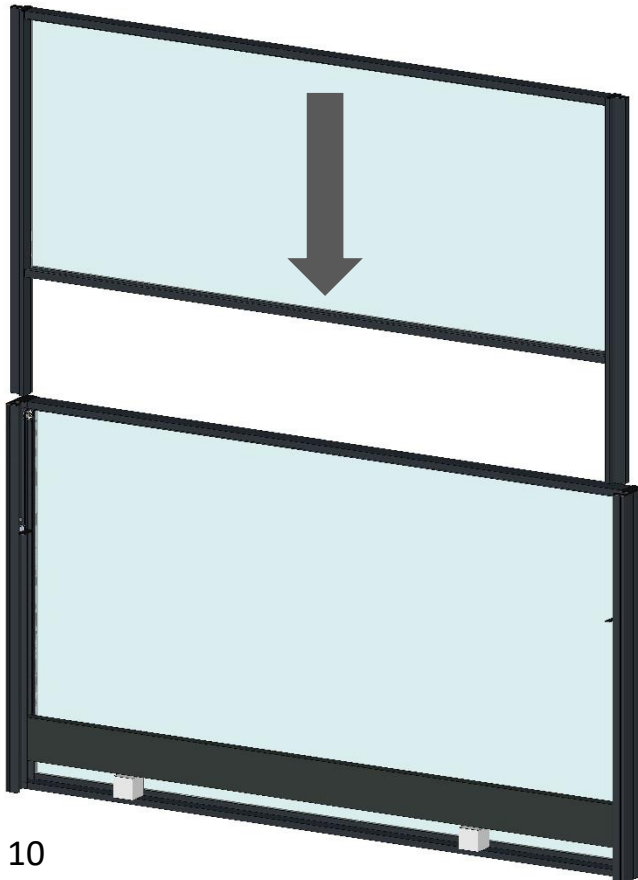

Figura 10
- Introducir el Panel Móvil en el interior del Panel Fijo (Figura 10).